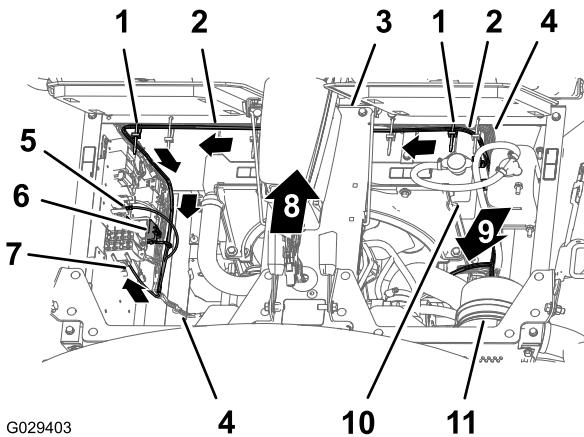

Figura 11
- Inserite la diramazione del vano motore da 197 cm del cablaggio preassemblato verso il basso lungo il lato sinistro del radiatore e attraverso la parte inferiore del quadro elettrico (Figura 11).
4. Fissate il cablaggio preassemblato per il kit di finitura al cablaggio preassemblato della macchina con 2 fascette per cavi, come illustrato nella Figura 11.